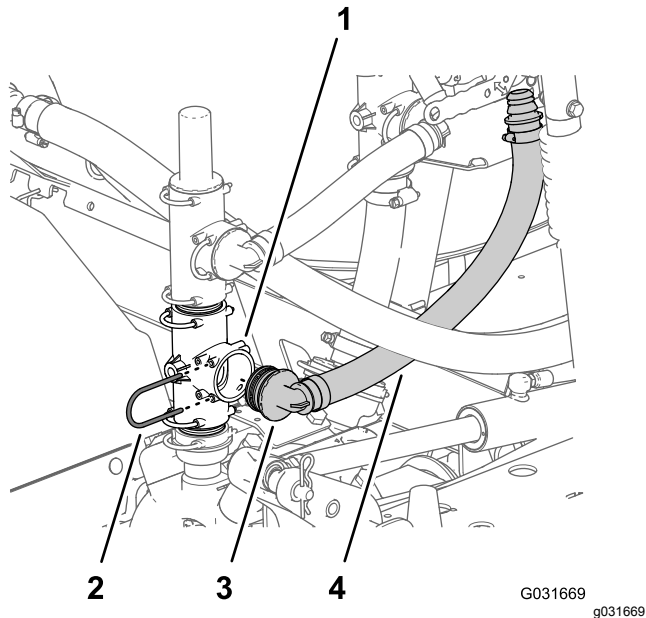

図 10
1. 圧力解放ホースアセンブリのもう一方の90°フィッティングを、下側T字フィッティングバルブマウントに固定の空いているポートに整列させ、90°フィッティングをポートの奥まで完全に入れる 図 10。
2. 90° フィッティングをポンプのT字フィッティングに固定する 図 10 ステップ1 圧力解放バルブと上側T字フィッティングの位置を変更する (ページ 5) で外したリテーナを使用する。